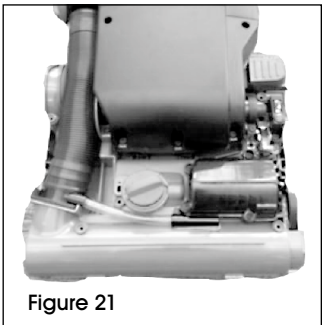

Figure 21
- Retournez l'appareil pour retirer le couvercle et la courroie. (Voir Figure 21)